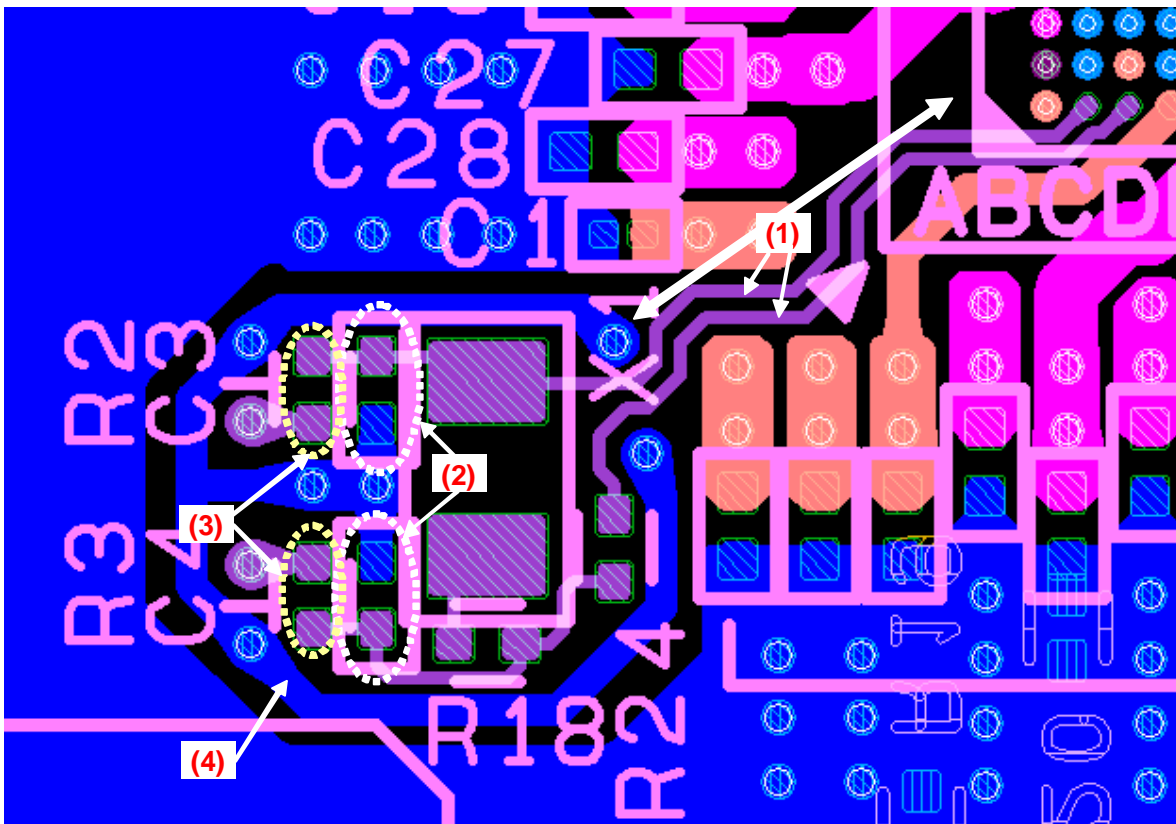

图.1-11: 评价板格局示例 (顶层)
- (1) 请将晶振放置在尽可能靠近RC5T583的地方。对于没有via的单层板上的走线应尽可能的短，并且请勿添加多余的走线例如监测线。
- (2) 请将输入及输出电容(图.1-11 中所示的 C1 及 C2)放置在尽可能靠近晶振单元的地方，以避免额外的寄生电阻和电容。
- (3) 请优先画 Rx 及 Rd 的焊盘，因为当使用振荡器超出“驱动级别”的指标时，需要通过添加 Rx 和 Rd 来调整。
- (4) 请确认将振荡电路的 GND 通过 via 或 through hole 接至 GND 层时，在器件这一边没有连接其他 GND。请勿在晶振的层上放置信号线之类的走线。同样，请勿在振荡器焊盘之间放置 GND 避免寄生电阻。请将振荡电路的 GND 通过 via 直接连接至 GND 层。